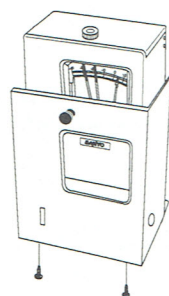

図 6
2. 保冷库用自記温度記録計(MTR-0620LH)を、記録計取付金具(MPR-S30:別売品)に同梱されている説明書を参考にして、記録計取付金具に取付けます(図 6)。